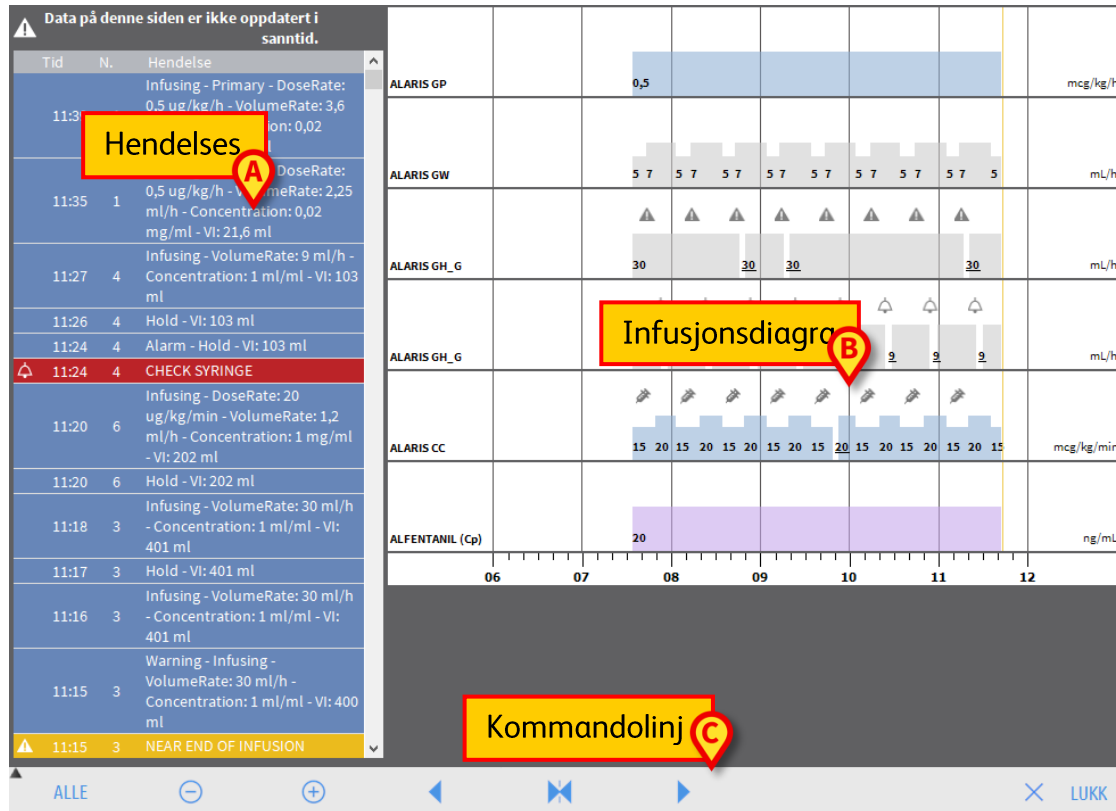

Fig. 111
- Liste over alle hendelsene som skjedde på alle infusjonspumpene koblet til den valgte pasienten under oppholdet (Fig. 111 A – se side 108).
- Diagram som representerer alle pasientens infusjoner (Fig. 111 B – se side 110).
- Kommandolinje som gjør det mulig å administrere diagramvisningsmodusen (Fig. 111 C – se side 109).